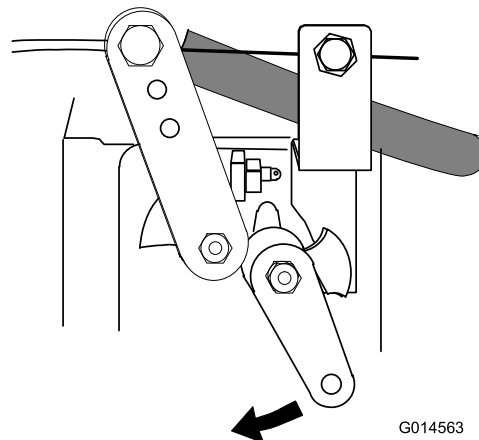

Figura 27
- Rode a chave para a posição OFF (0).
Se o motor não parar quando a chave for rodada para a posição OFF (0), opere a alavanca de paragem do motor para a frente (Figura 27).